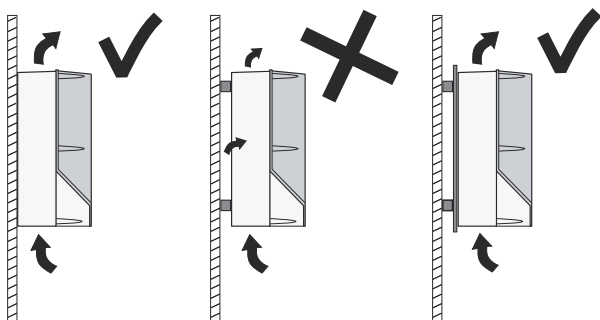

Рис. 2 Вешайте CUE непосредственно на стену или устанавливайте на площадку
- Вешайте шкаф CUE непосредственно на стену или устанавливайте на площадку. См. рис. 2.